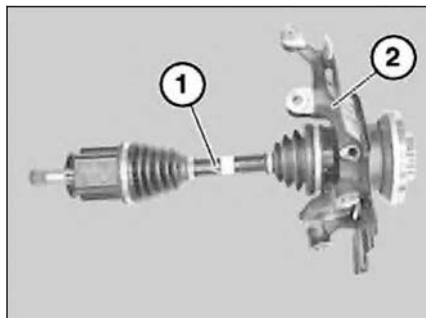

Рис. 13.8. Приводной вал
- При снятии и установке приводной вал (1, рис. 13.8) колеса и поворотная опора (2) составляют единый узел.